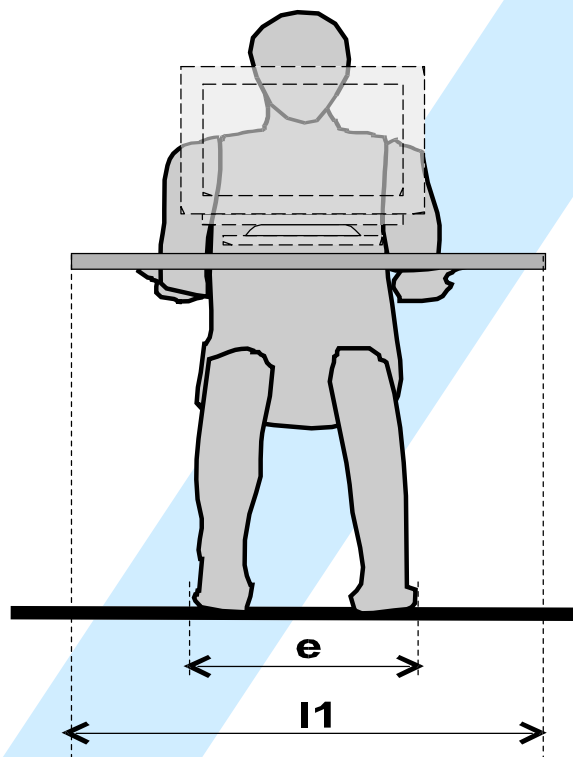

Figura 2 - Dimensões gerais da mesa de trabalho (vista frontal)
5.1.2.1.2 largura da mesa - l: Distância horizontal medida entre as bordas laterais da mesa (ver figura 2 e tabelas 1 e 3):
5.1.2.1.8 largura livre para as pernas - e: Distância horizontal, medida longitudinalmente à mesa, que deve permitir a acomodação das pernas do usuário (ver figura 2 e tabela 1).